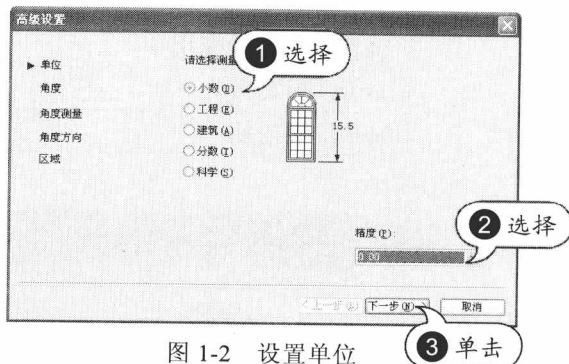

图 1-2 设置单位
STEP 02 设置单位。选中“小数”单选按钮, 设置精度后单击“下一步”按钮, 如图 1-2 所示。